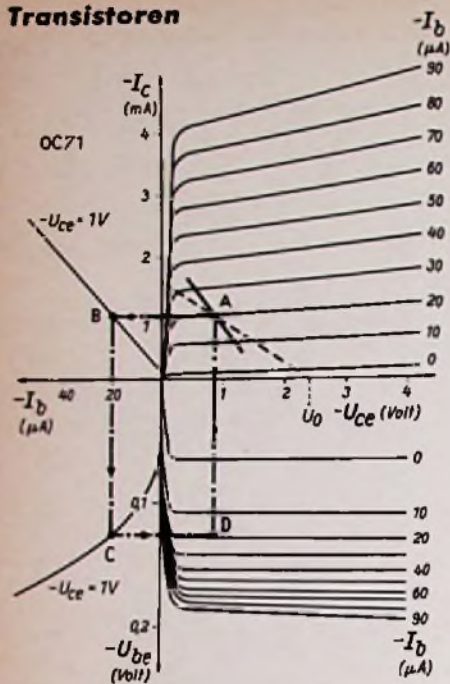

Bild 2. Kennlinienfelder des Transistors OC 71 für Emitterschaltung
Anpassung und Arbeitspunkt hängen eng miteinander zusammen. Ehe man an praktische Versuche herangeht, sollte man sich stets erst einmal die Verhältnisse im Kennlinienfeld des Transistors ansehen. In Bild 2 ist das $I_C/U_{CE}/U_{BE}$ -Kennlinienfeld des Transistors OC 71 für die Emitterschaltung dargestellt. Der linke obere und der linke untere Quadrant sind uns bereits aus den Bildern 4 und 5 des vorigen Teils dieser Aufsatzreihe bekannt. Die Neigungen der Kurven stellen die Stromverstärkung und den Eingangswiderstand dar. Der rechte obere Quadrant ist uns ebenfalls bekannt aus Bild 6 des vorigen Teils. Der rechte untere Quadrant zeigt, daß die Basisspannung $-U_{BE}$ bei gegebenem Basisstrom $-I_B$ sich mit der Kollektorspannung nicht sehr viel ändert. Der Ausgang hat in der Emitterschaltung, wie schon besprochen, nur wenig Rückwirkung auf den Eingang. Der Arbeitspunkt eines Transistors erscheint nun in allen vier Quadranten, wie es in Bild 2 durch die strichpunktlierten Linien angedeutet ist.
Wir wollten mit einer möglichst kleinen Betriebsspannung auskommen, z. B. mit $U_0 = 2,4 V$. Damit ist der Fußpunkt der Gleichstrom-Arbeitsgeraden, für welche der Widerstand R_3 in Bild 1a verantwortlich ist, festgelegt. Für die Größe dieses Widerstandes müssen wir folgende Überlegungen anstellen. Am Punkt ① in Bild 1a möge eine Wechselspannung mit der maximalen Amplitude von 100 μV liegen, so daß bei einem Eingangswiderstand von 850 Ω ein Basiswechselstrom von etwa 0,12 μA fließt. Dieser Strom wäre auf dem Bild 2 nicht mehr erkennbar, wir haben es also mit einer typischen Kleinsignal-Verstärkung zu tun. Bei dieser kleinen Aussteuerung könnten wir dann auch den Kollektor- und Basisgleichstrom sehr klein wählen. Im vorigen Teil jedoch haben wir gesehen, daß sich der Kollektorstrom mit der Temperatur ändern kann. Man rechnet, daß der Kollektorreststrom (vgl. Teil I) bei 20° Temperaturerhöhung auf das 5 bis 6fache wächst. Aus dem Datenblatt des Transistors OC 71 entnehmen wir, daß bei 25° C der Kollektorreststrom in der Emitterschaltung
lektorspannung $-U_{CE}$ darf nicht zu klein gewählt werden, so daß etwa die in Bild 2 eingezeichneten Verhältnisse brauchbar sein können. Der gestrichelten Geraden entspricht der Gleichstrom-Arbeitswiderstand von Bild 1a und zwar
Nun sehen wir aber, daß der unserem Arbeitspunkt bei $-I_C = 1 mA$ zugehörige dynamische Eingangswiderstand r_i viel größer ist als jener, den wir dem Datenblatt vorhin entnommen haben. Legt man im Punkt C in Bild 2 links unten eine Tangente an die Kurve, so erhalten
Dieser Widerstand ist in Bild 2 als ausgezogene Gerade eingezeichnet.